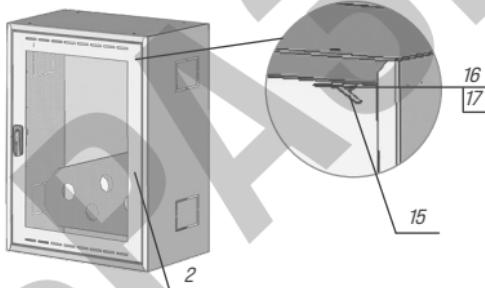

Рисунок 10
6.3 Для монтажа встроенного шкафа необходимо открыть дверь (двери) 2, отогнуть планку 15 [рисунок 10] и вытащить заклепку 16 с шайбой 17, после чего демонтировать дверь. Корпус вставить в строительную нишу и закрепить его в нише. Зазоры между корпусом и стенками ниши заполнить строительным раствором. Затем произвести монтаж пожарного крана. Затем необходимо вставить раму в корпус 1 [см. рис. 11] и закрепить ее с помощью болтов и гаек M6 из комплекта поставки рамы через отверстия Ø7. Затем необходимо вставить дверь 2 в раму при помощи заклепки 16, шайбы 17 и подогнуть планки 15, а затем разместить в корпусе оборудование пожарного крана. Дверь закрыть на замок 6. Монтаж углового пожарного крана с условным проходом DN 65 мм вести с применением муфты по ГОСТ 8954, сгона по ГОСТ 8969 и контргайки по ГОСТ 8968.